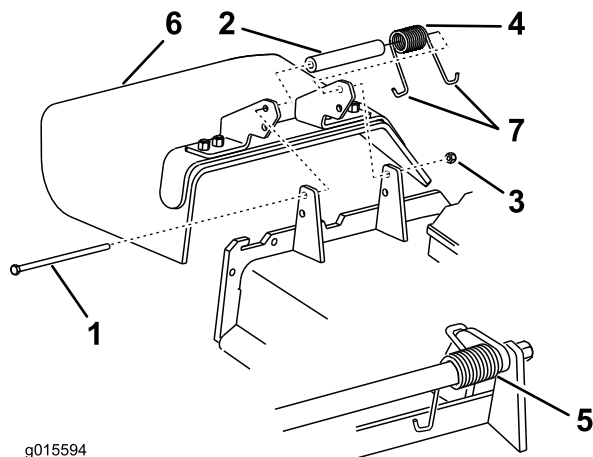

Рисунок 88
1. Снимите контргайку, болт, пружину и проставку, удерживающие отражатель на кронштейнах оси поворота (Рисунок 88).
2. Снимите поврежденный или изношенный отражатель травы (Рисунок 88).
Примечание: Убедитесь в том, что 1 J-образный конец пружины зацеплен за край деки, прежде чем устанавливать болт, как показано на Рисунок 88.
6. Зацепите один J-образный конец пружины за отражатель травы (Рисунок 88).